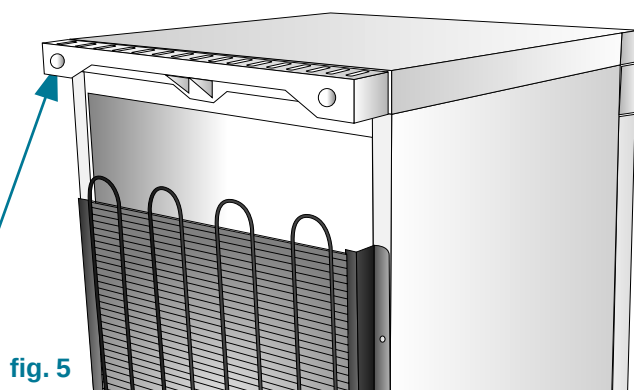

fig. 5
- E) Non coprite mai la griglia d'aerazione sistemata sulla parte posteriore del piano di lavoro (table top) fig. 5.
MONTAGGIO GRIGLIA DI AERAZIONE (FIG. 5)
- E) Under no circumstances should the ventilation grid at the back edge of the work surface ever be covered (fig. 5).